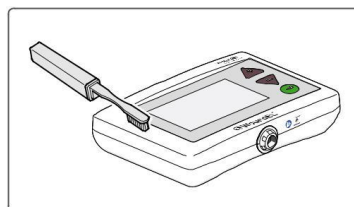

Figure 34. Détachez la saleté visible avec un outil approprié
2. Détachez avec précaution la saleté visible du dispositif WoundEL® et/ou des ports de connexion à l'aide d'un outil approprié (par exemple une brosse douce), voir Figure 34.